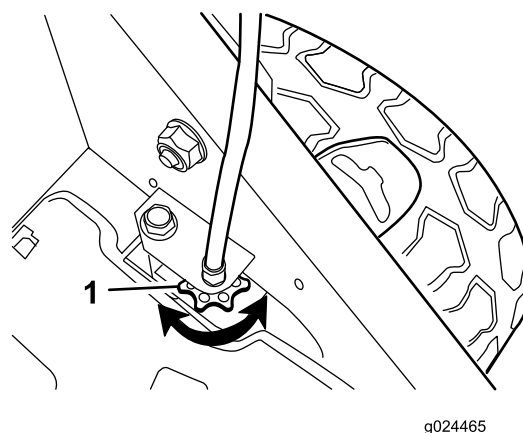

Figura 23
- Se le ruote non girano quando inserite la barra della trazione automatica, la cinghia di trazione è eccessivamente allentata. Ruotate la manopola di controllo trazione della ruota (Figura 23) in senso orario di 1 giro e ripetete le fasi da 4 a 6.
- Se le ruote girano prima dell'inserimento completo della barra della trazione automatica, la cinghia di trazione è eccessivamente tirata. Ruotate la manopola di controllo trazione della ruota (Figura 23)